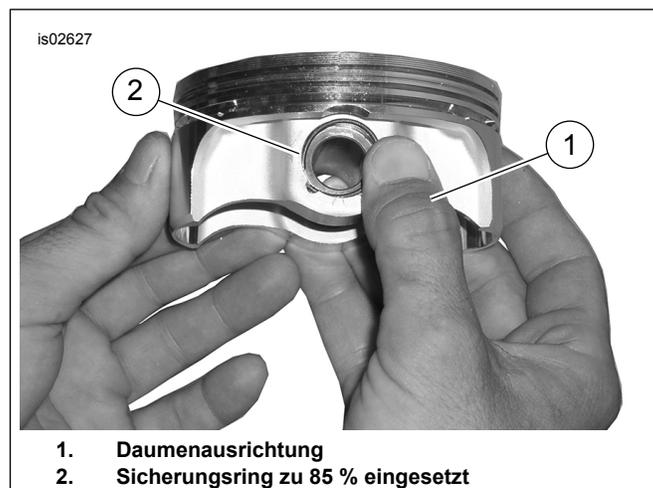

Abbildung 4. Den Sicherungsring anbringen
- Siehe Abbildung 4. Den Daumen (1) wie gezeigt ansetzen und fest drücken, bis sich ca. 85 % des Sicherungsrings (2) in der Nut befinden.